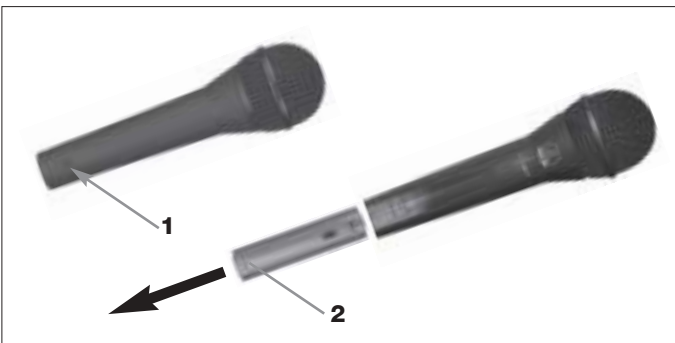

Fig. 5: Retirar o módulo de conexão XLR
- Veja fig. 5.
1. Abra o parafuso de fixação (1).
2. Puxe o módulo de conexão XLR (2) da haste do microfone.
3. Para não perder o parafuso de fixação (1) enrosque-o novamente na rosca do módulo de conexão XLR.